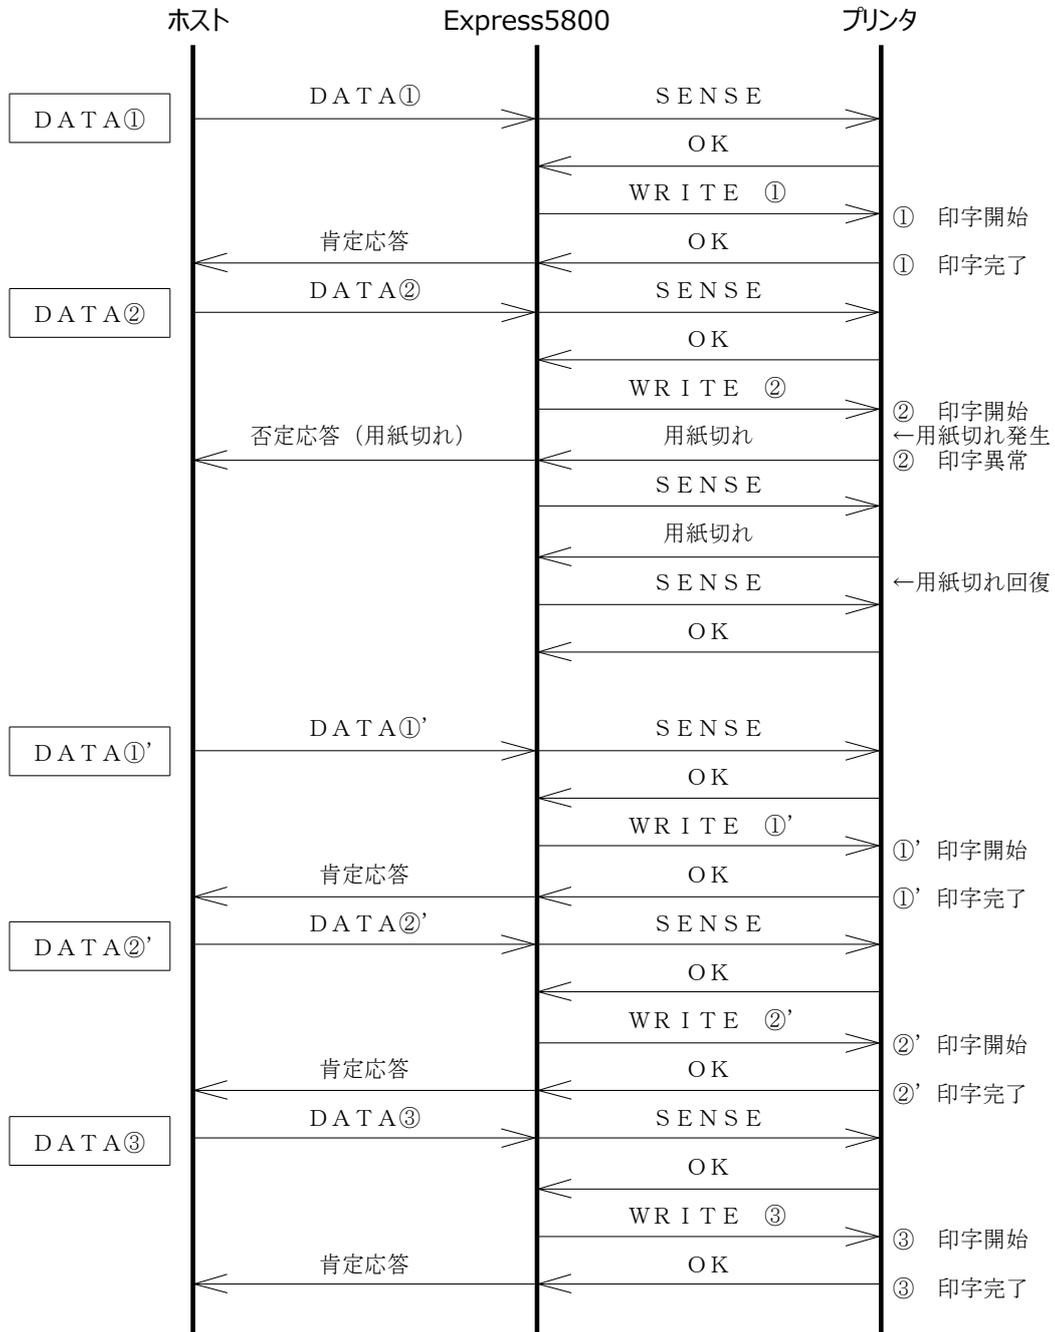
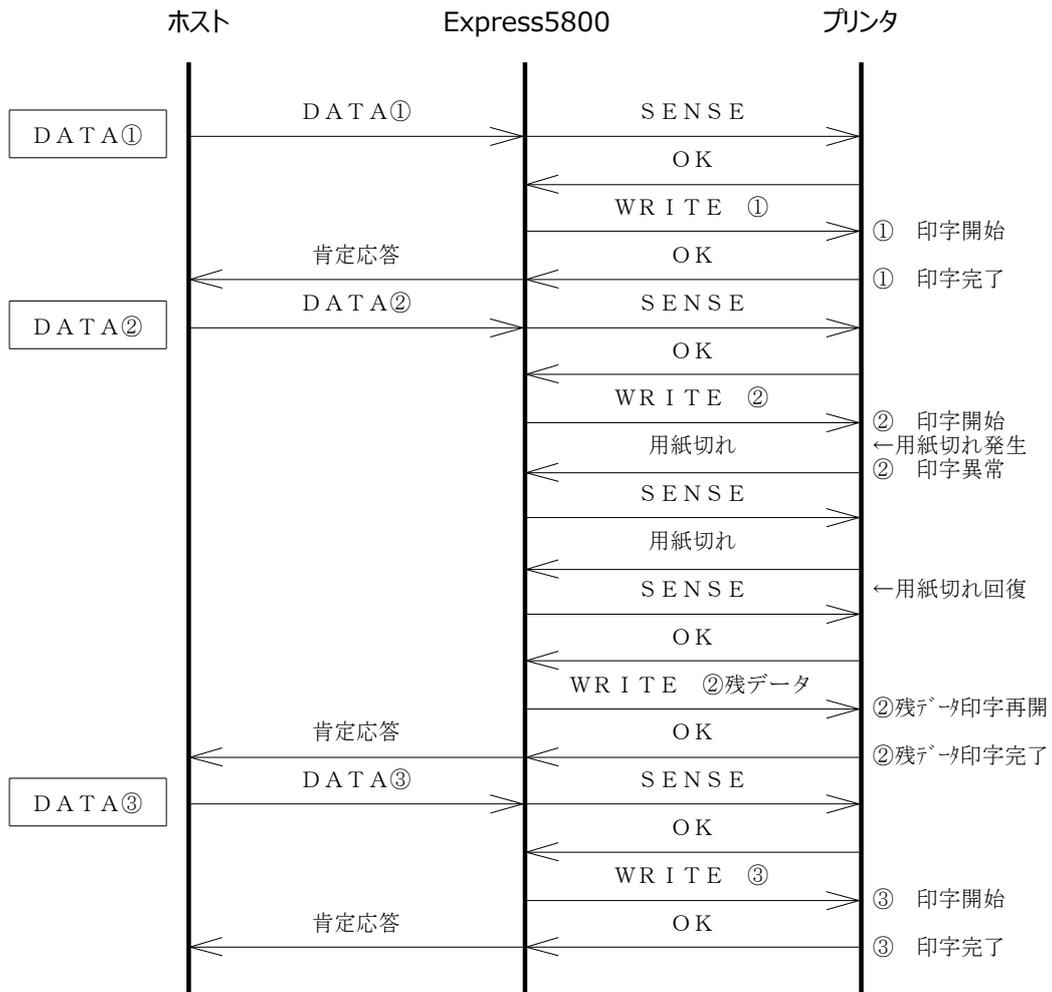

図 4-7 印字前用紙切れ時のシーケンス(PE リトライ指定なし)
図4-9 印字前用紙切れ時のシーケンス(PEリトライ指定あり)
③ 印字中の用紙切れ
ホストからデータ受信時、印字途中でプリンタが用紙切れ状態になった場合のデータシーケンスを図 4-7 および図 4-9 に示します。なお、DATA①'は DATA①が再送されてきた事を、DATA②'は DATA②が再送されてきた事を意味します。